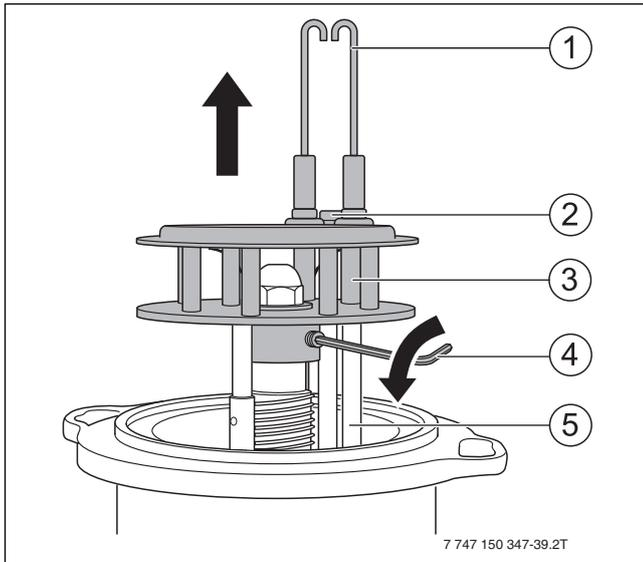

Bild 37 Mischsystem ausbauen
- Schraube (Bild 37, [2], Seite 22) zwischen den Zündelektroden lösen.
- Zündelektrode (Bild 37, [1], Seite 22) ausbauen.
- ▶ Mischsystem mit Gewindestift (→Bild 37[4], Seite 22) sichern.